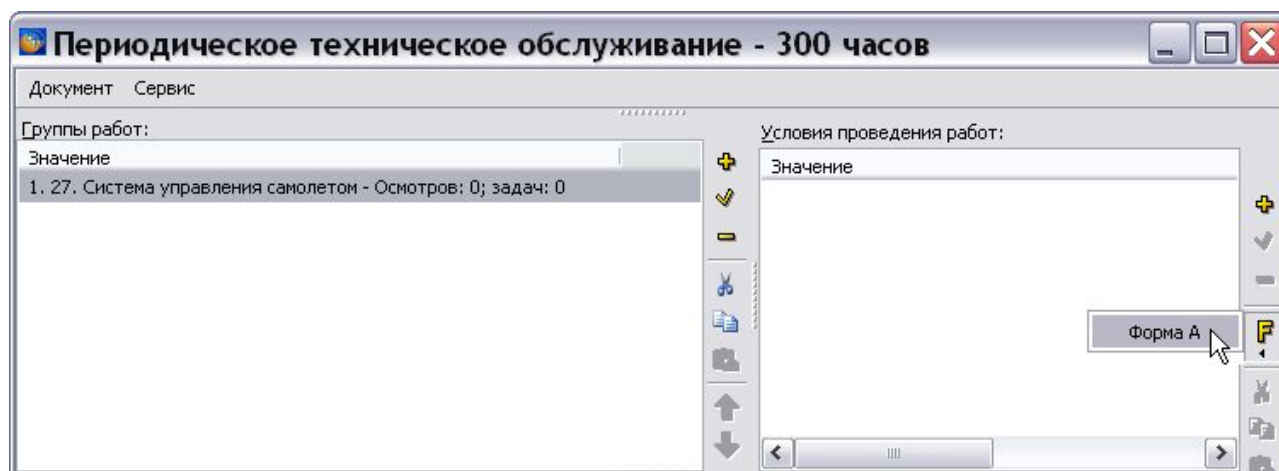

Рис. 7.73
2. Нажмите на кнопку **Формы ТО**  в правой части окна **Условия проведения работ** (Рис. 7.73).